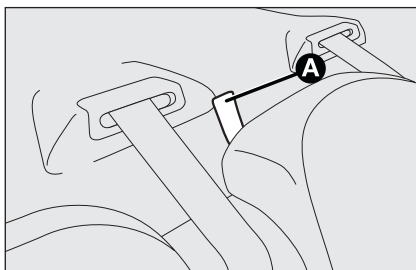

fig. 90
- tirare verso l'alto i dispositivi di bloccaggio **A** fig. 90 per sbloccare la porzione sinistra o destra dello schienale ed accompagnare lo schienale sul cuscino.
- tirare verso l'alto i dispositivi di bloccaggio **A-fig. 90** per sbloccare gli schienali e accompagnarli sul cuscino.